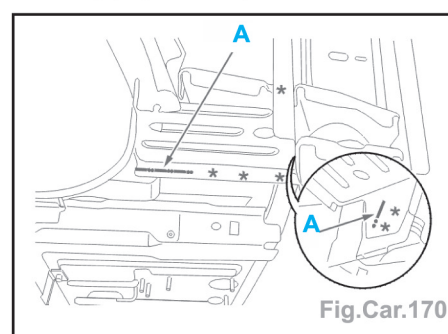

Fig.Car.170
- Découper par fraisage des points et à l'aide d'une meule épaisseur **6 mm** (suivant **A**) (Fig.Car.170).